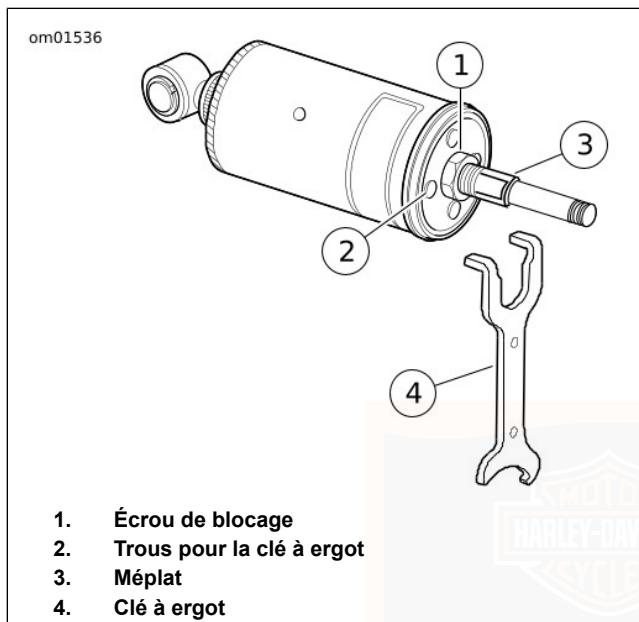

Figure 14. Réglage de l'amortisseur
1. Voir Figure 14. Immobiliser l'arbre avec une clé placée sur les méplats de l'arbre d'amortisseur et desserrer l'écrou de blocage (1).
2. Utiliser les languettes de la SHOCK ADJUSTMENT SPANNER (CLÉ DE RÉGLAGE DES AMORTISSEURS) (N° DE PIÈCE : 94448-82B) dans les trous du boîtier d'amortisseur arrière (2) pour tourner le boîtier dans le sens horaire jusqu'à ce qu'il s'arrête. Il s'agit du réglage de précharge minimum.